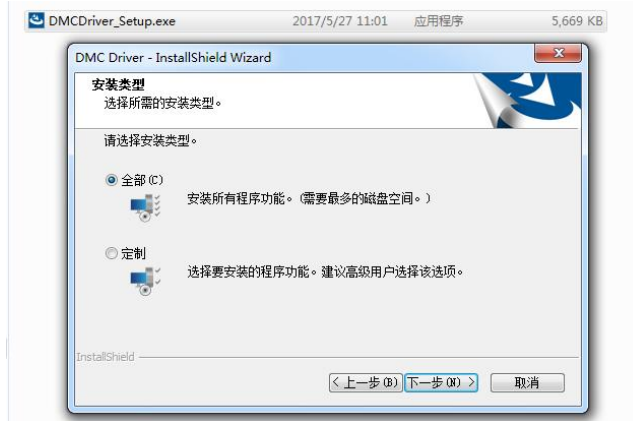

图 4.9 安装类型选择
3、如图 4.9 所示，请选择“全部”，然后点击“下一步”继续安装。